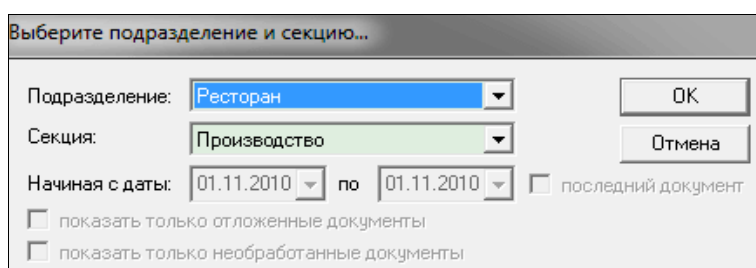

Рис. 9.2.
1. выбрать подразделение и секцию (см. рис. 9.2.);